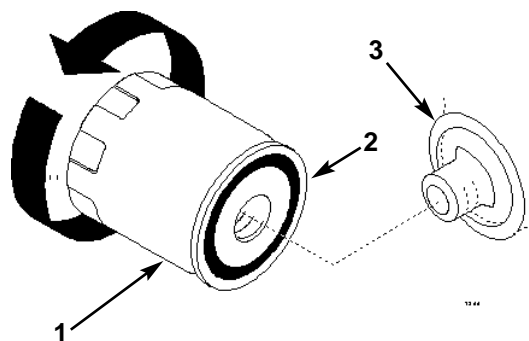

Fig. 34A
2. Togliete il vecchio filtro e pulite la guarnizione dell'adattatore del filtro (Fig. 34A).
3. Spalmate un leggero strato di olio nuovo sulle guarnizioni di gomma del filtro di ricambio (Fig. 34A).
4. Montate il filtro di ricambio sull'adattatore. Girate il filtro dell'olio in senso orario fin quando la guarnizione di gomma non viene a contatto con l'adattatore, quindi stringete di nuovo il filtro di giro (Fig. 34A).